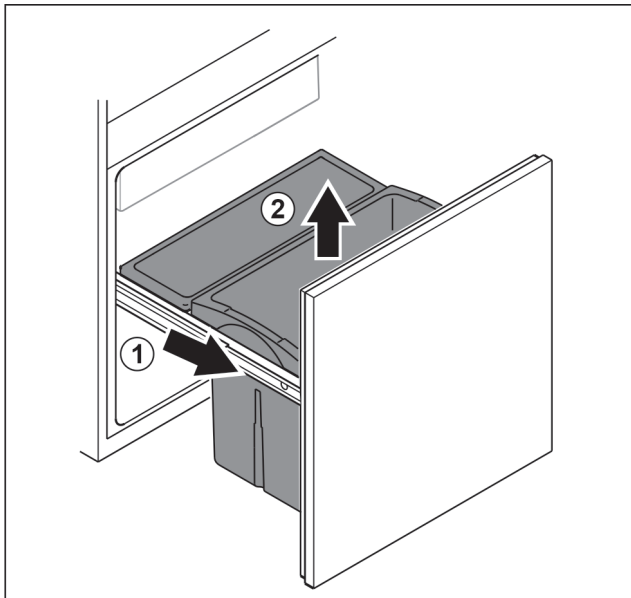

Fig. 101
- ▶ Estrarre il carrello estraibile fino all'arresto. Fig. 101 (1)
- ▶ Rimuovere il cassetto estraendolo verso l'alto. Fig. 101 (2)